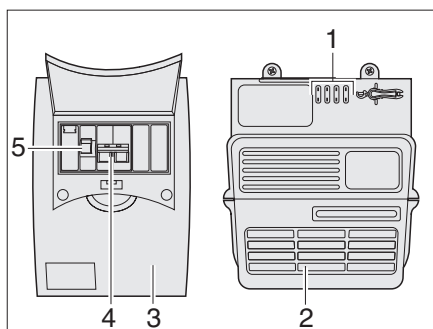

Fig. 90 Alimentatore di rete e interruttore di sicurezza
La scatola dei fusibili a 230 V (Fig. 90,3) è montata accanto all'alimentatore di rete (Fig. 90,2).
La scatola dei fusibili (Fig. 90) contiene il fusibile principale (Fig. 90,4) e un interruttore di sicurezza per correnti di guasto (Fig. 90,5).
L'interruttore di sicurezza per correnti di guasto (Fig. 90,5) misura l'intensità di corrente nella linea di andata e di ritorno. Se l'intensità di corrente che scorre in queste due linee è uguale, l'interruttore di sicurezza per correnti di guasto non interviene. Se invece si registra una differenza, l'interruttore apre immediatamente il circuito, evitando pericolosi incidenti e lesioni dovuti alla corrente elettrica.
- Spingere l'interruttore principale (Fig. 90,4) verso l'alto portandolo in posizione "ON".
- Spingere l'interruttore di sicurezza per correnti di guasto (Fig. 90,5) verso l'alto portandolo in posizione "ON".